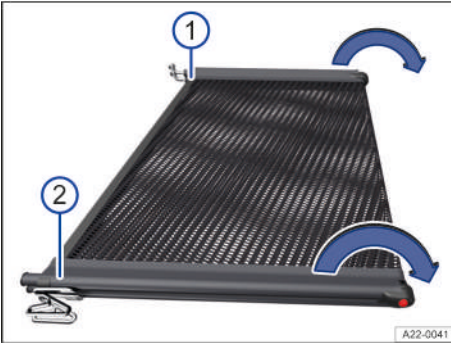

Fig. 203 Desplegar la red de separación.
- ① Varilla transversal superior
- ② Varilla transversal inferior
2. Despliegue por completo las varillas transversales → fig. 203 ① y ② de la red en el sentido de las flechas hasta que se bloqueen de forma audible.